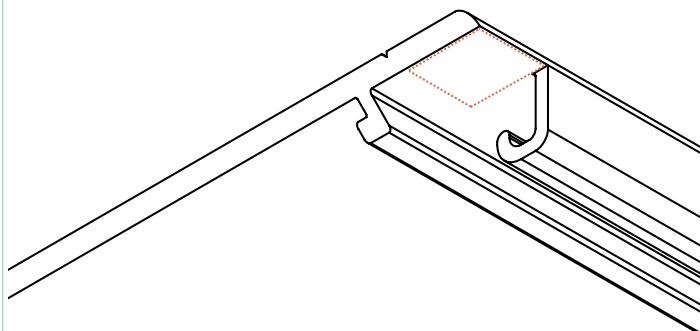

Fig.5
NL Werk de verstek hoeken van het afdekprofiel ③ bij [Fig. 5]
DE Um das Abdeckprofil ③ optimal schliessen zu können, sägen Sie bitte eine kleine Ecke von der hinteren Seite des Abdeckprofils ab. [Bild. 5]
EN Cut away material at the corners of the hinge cover profile ③ (see square area in Fig. 5)